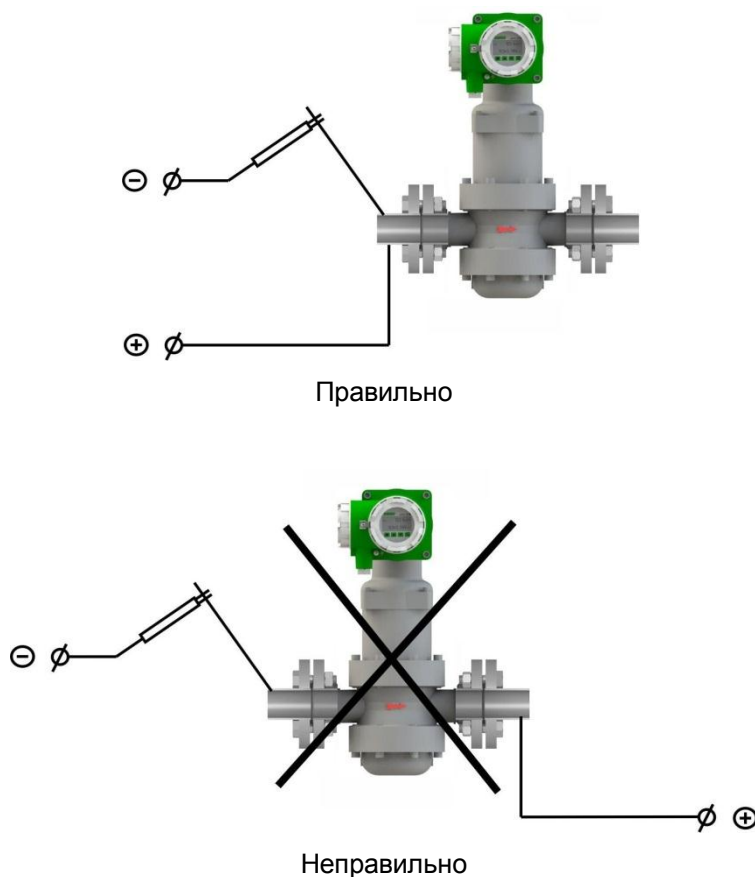

Рисунок 2.7 -Подключение источника тока при электродуговой сварке с использованием счетчика
- при монтаже с использованием электродуговой сварки источник тока подсоединяется таким образом, чтобы сварочный ток не протекал через счетчик – *см. рисунок 2.7*.